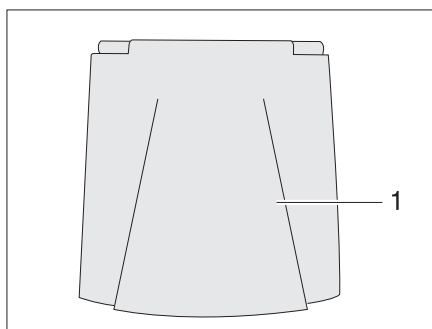

Bild 34 Utvändig lucka 230 V-anlutning
- Vrid den utvändiga luckan (Bild 34,1) uppåt.
- Fäll ned den utvändiga luckan (Bild 34,1) och tryck till.